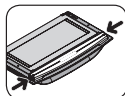
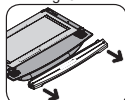

fig. 5.1
fig. 5.2
2. Pressione as travas laterais (fig. 5.1) e puxe o arremate da porta para frente (fig. 5.2), para liberar o vidro interno.